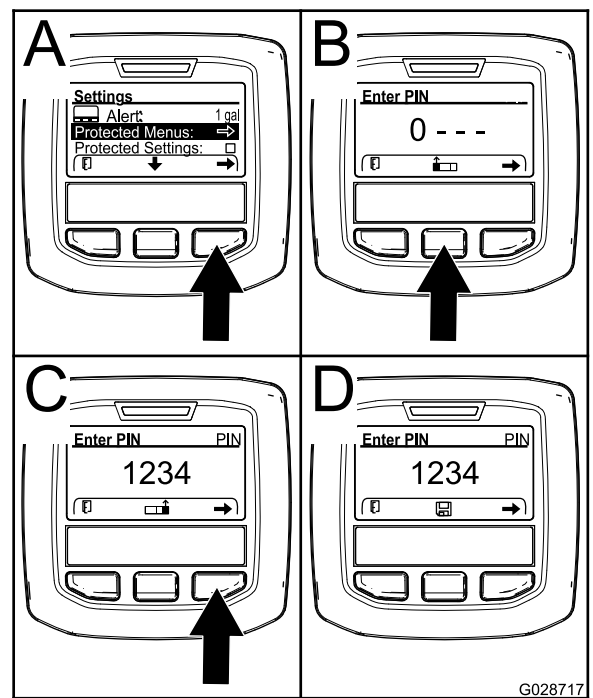

Bild 62
4. Drücken Sie die rechte Auswahl Taste, um „Geschützte Menüs“ auszuwählen (A in Bild 62).
- Drücken Sie die mittlere Auswahl Taste (B in Bild 62), um den numerischen Wert zu erhöhen (0 bis 9).
- Drücken Sie die rechte Auswahl Taste (C in Bild 62), um den Cursor auf die nächste numerische Stelle nach rechts zu verschieben.
- Hinweis:** Das Symbol „Speichern“ wird über der mittleren Auswahl Taste angezeigt (D in Bild 62).